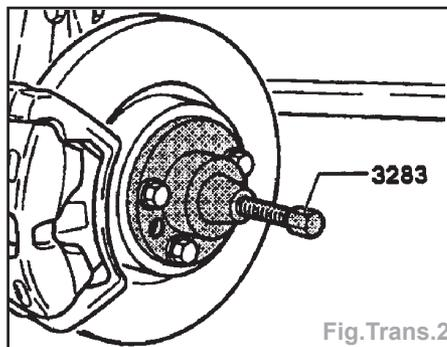

Fig.Trans.2
- Déposer les vis (2) de l'étrier de frein.
- Extraire l'arbre de pont (Fig.Trans.2).